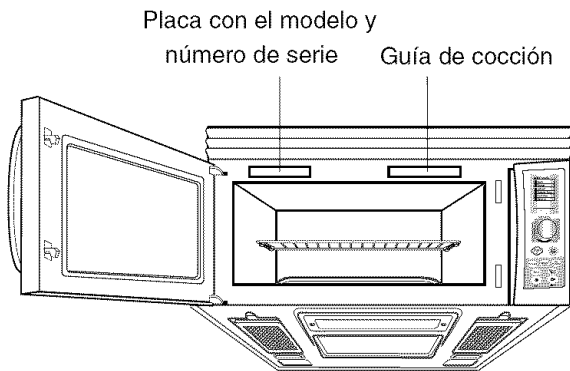

Figura 1
- La etiqueta con el número de modelo está en el frente del horno. Vea la **Figura 1**.